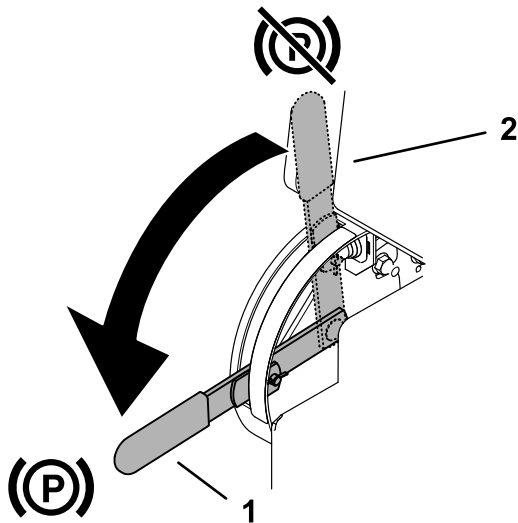

Figura 7
- Para accionar el freno de estacionamiento, gire la palanca hacia abajo (Figura 7).
- Para quitar el freno de estacionamiento, gire la palanca hacia arriba (Figura 7).